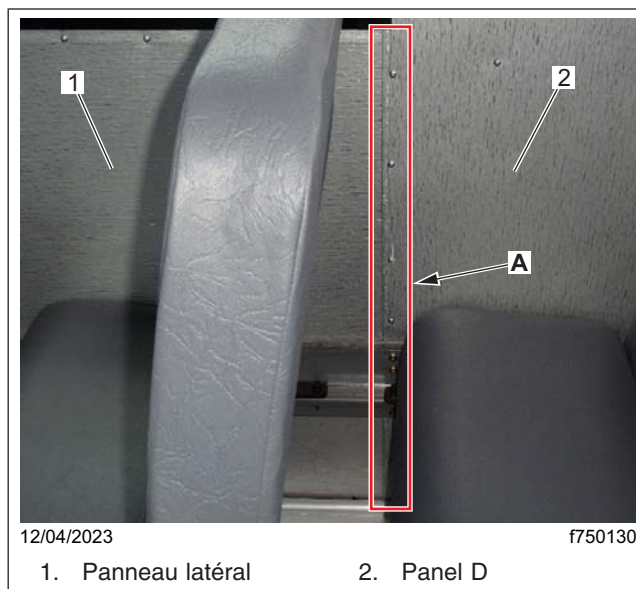

Fig. 2, Emplacement de l' articulation sous-abdominale
5. Pour déterminer le bon emplacement d'installation des nouvelles fixations, localisez le joint intérieur arrière formé lorsque le panneau en D chevauche la feuille latérale du dernier chevron, comme indiqué dans **Fig. 2**, et marquer les emplacements des attaches comme suit.